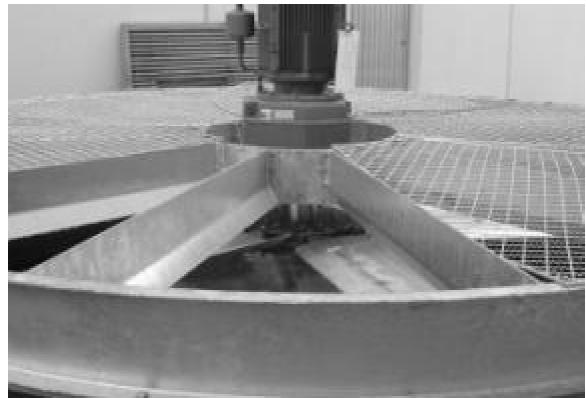

Fig. 17
- b) Checking the fan fastening: Check that the nuts of the screws fastening the fan (fig. 17) are correctly tightened; if not, tighten them.
- b) Vérifier la fixation du ventilateur: Vérifier que les écrous des vis de fixation du ventilateur (fig. 17) se trouvent correctement serrés, dans les cas contraire, les serrer.
- b) Comprobar sujeción del ventilador: Comprobar que se encuentran correctamente apretadas las tuercas de los tornillos de sujeción del ventilador (fig. 17), en caso de no ser así, apretarlas.